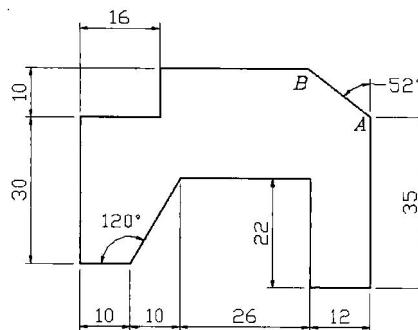

图1-5
**【练习1-5】：** 使用点的相对直角坐标和相对极坐标绘制图 1-5 所示的图形。